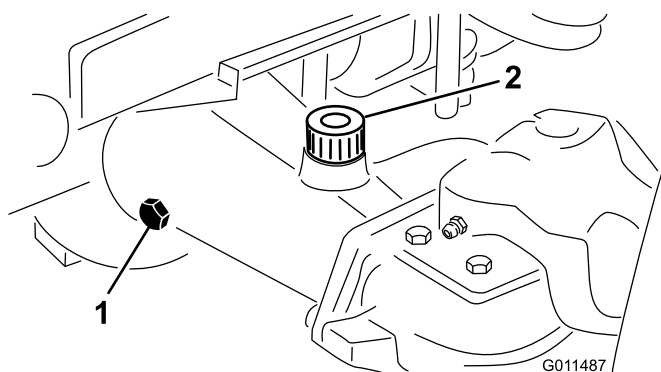

Figure 15
- Enlevez un bouchon de contrôle à une extrémité du pont arrière (Figure 15) et vérifiez que le lubrifiant atteint la base de l'orifice. Si le niveau est bas, enlevez le bouchon de remplissage (Figure 15) et ajoutez suffisamment de lubrifiant pour rectifier le niveau.